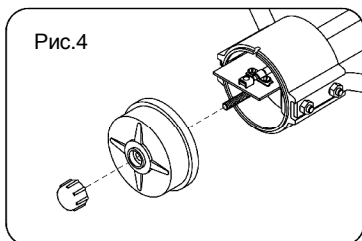

Рис.4
- 6.3. Снять крышку монтажной коробки (см. рис.4).